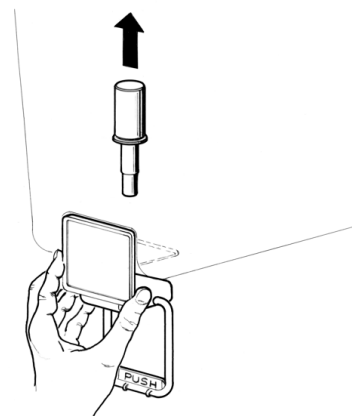

figure 4
**6 Robinet en inox à gravité:** défiler le piston et démonter le levier de débit robinet (voir figure 4).